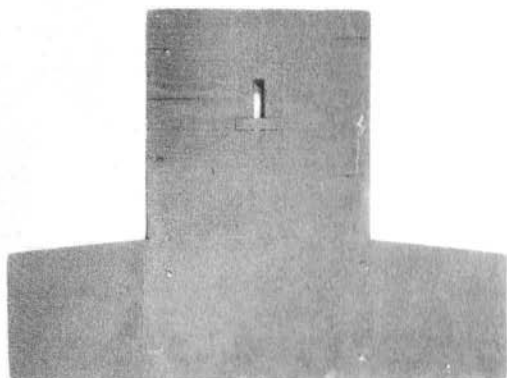

fig 1
- 4 La cible cbt 86 aut se compose des éléments présentés à la figure 1.